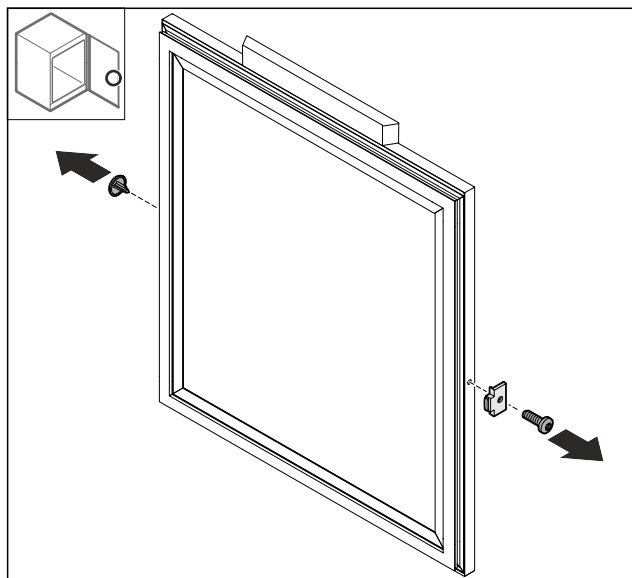

Fig. 73
- Odstranite pokrov Fig. 73 (1).
- Demontirajte nastavek za vrata Fig. 73 (2).